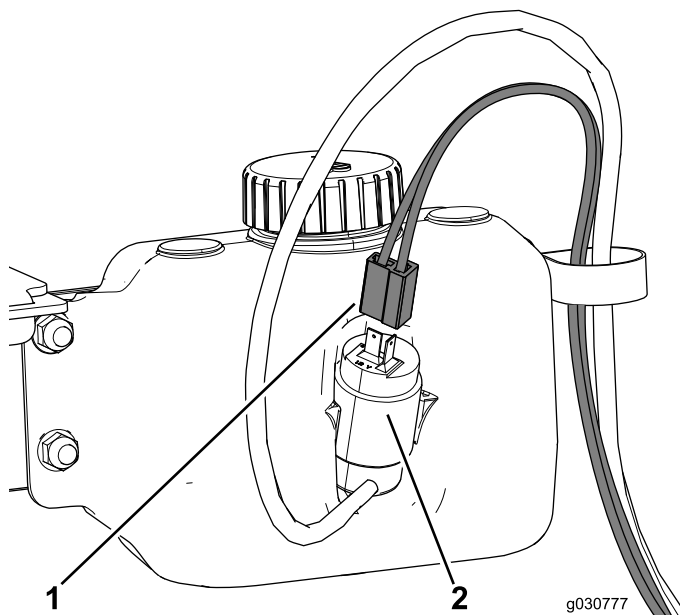

图48
4. 将冲洗瓶的线束穿过 R 形夹，并连接至冲洗瓶 (图 48)。